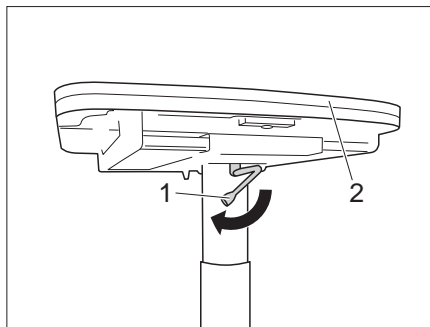

Bild 98 Tisch absenken
- Den Verriegelungshebel (Bild 98,1) nach links schwenken. Die Verriegelung ist offen.
- Die Tischplatte (Bild 98,2) in der Mitte nach unten drücken und gedrückt halten.
- Den Verriegelungshebel (Bild 98,2) nach rechts schwenken. Der Hubtisch ist verriegelt.